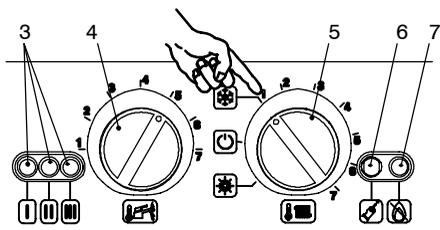
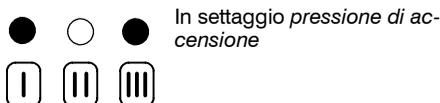
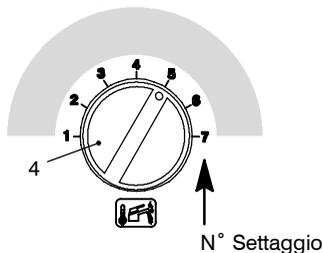

fig. 7.6
fig. 7.7
fig. 7.8
- 8 Posizionare il selettore 5 come indicato in fig. 7.6; la lampada di segnalazione 3 lampeggia ad intermittenza circa ogni 2 secondi.
- 9 Tenere premuto il pulsante di ripristino 6 in fig. 7.6 per circa 10 secondi, la lampada di blocco 7 in fig. 7.6 inizierà a lampeggiare.
- 10 Per settare la pressione di accensione del bruciatore le spie di segnalazione 3 in fig. 7.6 devono essere visualizzate come in fig. 7.7
- 11 Per settare la pressione di accensione del bruciatore le spie di segnalazione 3 in fig. 7.6 devono essere visualizzate come in fig. 7.7 (leggenda spie fig. 7.4)
- 12 Se non si visualizza questa sequenza premere il pulsante di ripristino 6 in fig. 7.6 tante volte fino alla visualizzazione (4 volte).
Per visualizzare il settaggio impostato tenere premuto il pulsante di ripristino 6 in fig. 7.6 per circa
5 secondi. Le spie di segnalazione 3 in fig. 7.6 lampeggeranno un numero di volte pari al settaggio (fig. 7.8).
- 13 Per cambiare il settaggio ruotare la manopola regolazione temperatura sanitari 4 in fig. 7.6 e posizionarla nella **posizione** prescelta fig. 7.8 vedi anche tab. 7.5 (nella figura es. manopola settata per **posizione 5**), la lampada di segnalazione blocco 7 in fig. 7.6 lampeggia velocemente.
- 14 Per memorizzare il settaggio premere il pulsante di ripristino 6 in fig. 7.6 per circa 5 secondi, le spie di segnalazione 3 in fig. 7.6 lampeggiano tutte quante simultaneamente come in fig. 7.7 (leggenda spie fig. 7.4)